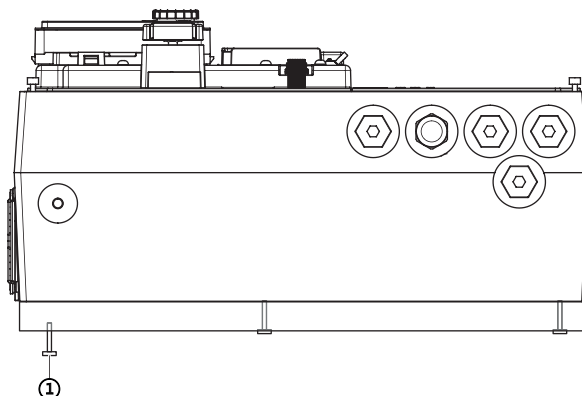

Fig. 115: Lossa adapterplattan
6. Lossa skruvarna på adapterplattan på elektronikmodulens undersida (Fig. 115, pos. 1).